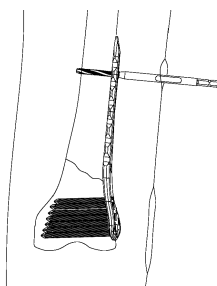

図 15
- 16) 5.0 ロッキングスクリー挿入の前に、骨幹部仮固定スクリーータップにて仮固定を行うことも可能です。その場合は、ロッキングホールに4.5 ドリルスリーブを取り付けて4.5 ドリルにてドリリングし、骨幹部仮固定スクリーータップをロッキングホールに対し真直ぐに挿入することでプレートを骨面に圧着し仮固定します。(図 15)